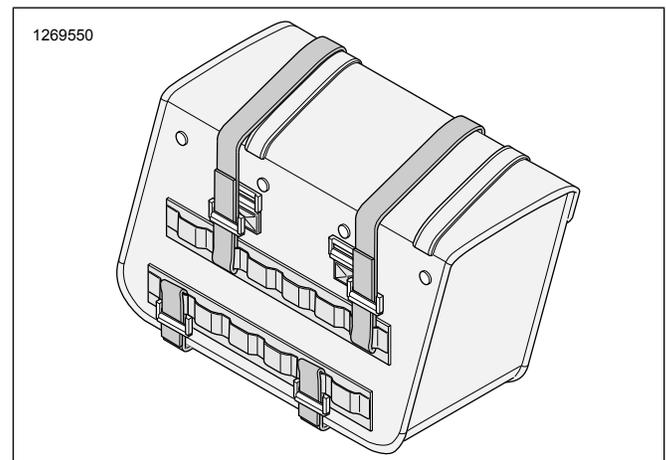

Figure 2. Fixation auto-agrippante (classique)
2. Figure 2 Attacher au moins trois fixations auto-agrippantes à l'arrière de la sacoche.